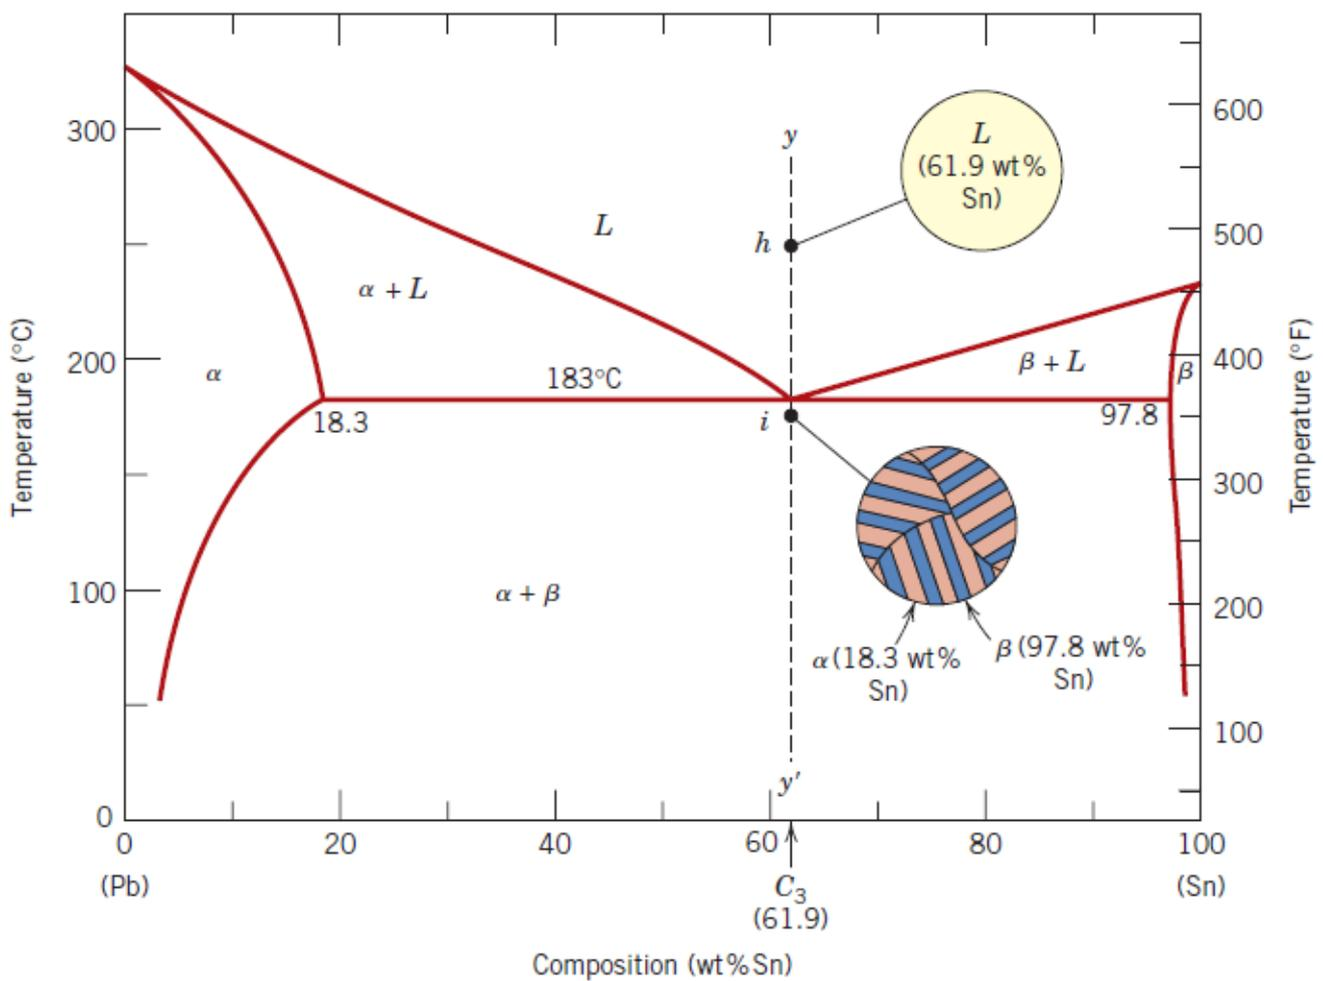

Figura 3
- 6) Uma liga chumbo-estanho com composição de 30%p Sn-70%p Pb é aquecida lentamente a partir de uma temperatura de 150 °C (300 °F). Utilizar o desenho esquemático da Figura 3 abaixo para resolver esta questão.